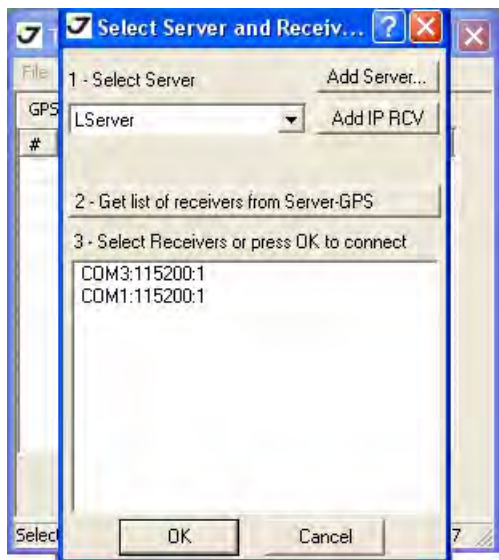

Рисунок 2-9. Подключение
2. Запустите на ПК TriVU. Выберите порт, к которому подключен приемник (Рис. 2-9 на стр. 30):